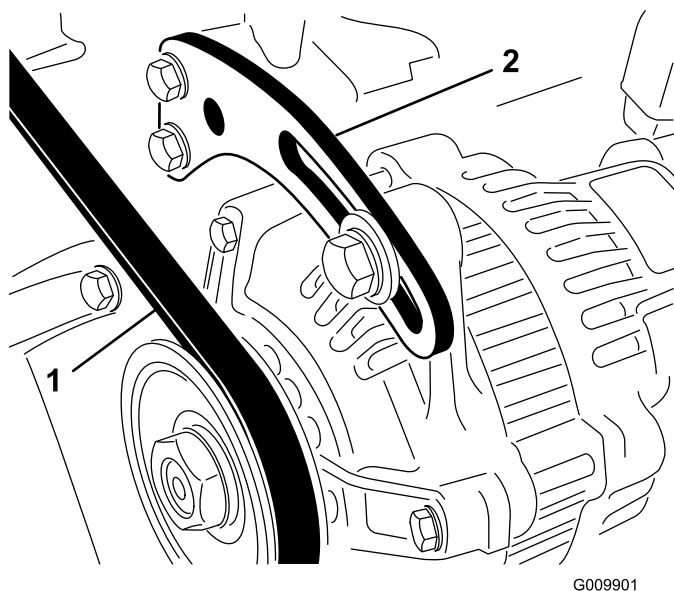

Figura 56
1. Desaperte os parafusos de montagem do alternador. (Figura 56).